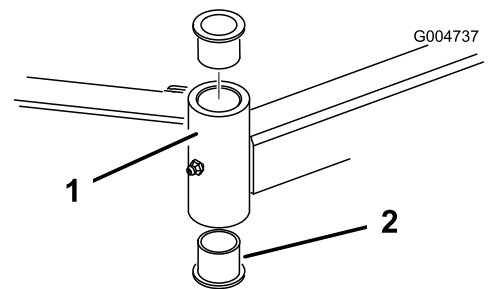

图 22
4. 将销冲头插入安装管的顶部或底部然后将轴套从管中推出图 22。以同样的方式将另一个轴套推出安装管。清洁安装管内部的任何污垢。